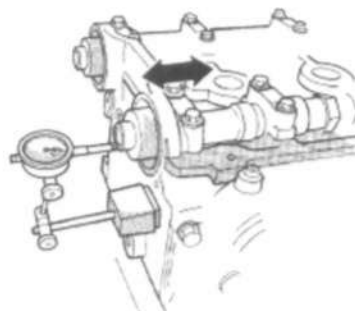

Рис. 16 Замер торцевого зазора распределительного вала
(1) Смазать шейки распредвала и установить распредвал **БЕЗ** последующих узлов. Установить задние крышки распредвала и затянуть винты указанным моментом.
(2) При помощи подходящего инструмента сдвинуть распредвал назад до упора.
(3) Обнулить индикаторную головку (Рис. 16).
(4) Сдвинуть распредвал вперед до упора.
(5) Записать показания индикаторной головки. См. спецификацию торцевого зазора (см. п. 9 – ДВИГАТЕЛЬ-СПЕЦИФИКАЦИИ).
(6) При увеличенном торцевом зазоре, проверить износ головки цилиндра и распредвала, при необходимости - заменить.